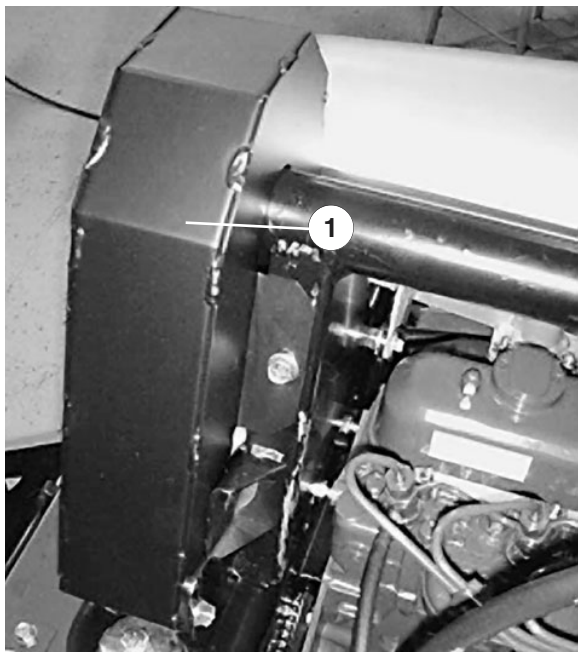

Figure 34
2. Enlevez les vis (5) de fixation du couvercle de la courroie de ventilateur et déposez le couvercle (Fig. 34).
5. Posez et fixez le couvercle de la courroie avec les vis d'assemblage (Fig. 34). Refermez et verrouillez le capot.
4. Posez et fixez le couvercle de la courroie avec les vis d'assemblage (Fig. 34). Refermez et verrouillez le capot.